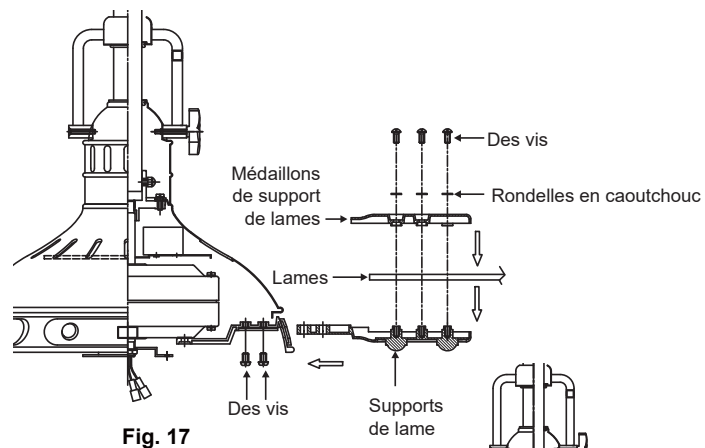

Fig. 17
Étape 1. Placez une lame entre un support de lame et un médaillon de support de lame. Fixez les trois pièces à l'aide des vis et des rondelles en fibre fournies. (Fig. 17)
Étape 2. Fixez chaque lame au moteur à l'aide de deux vis de montage pour chaque lame. (Fig 17) **REMARQUE:** Assurez-vous que ces vis de montage sont bien serrées.